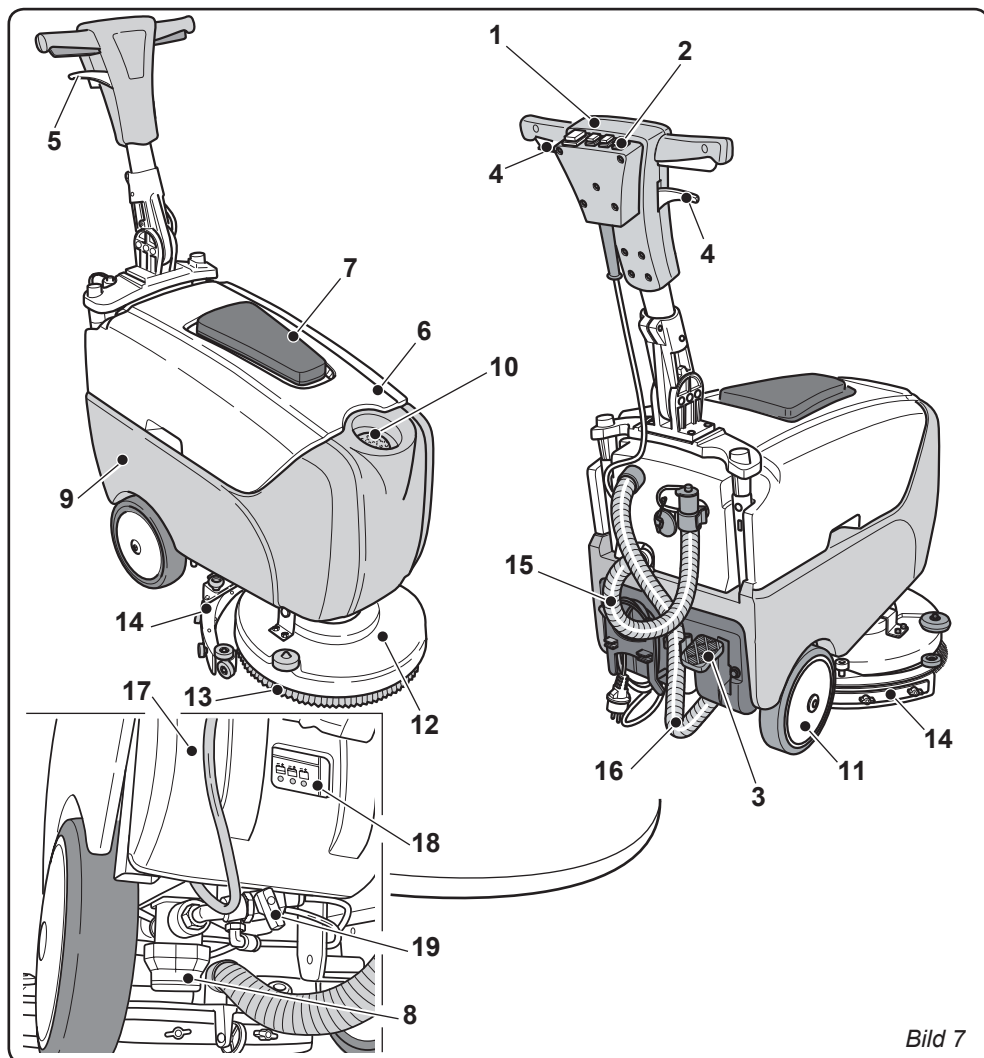

Bild 7
5.1 KUNSKAP OM MASKINEN (Bild 7)